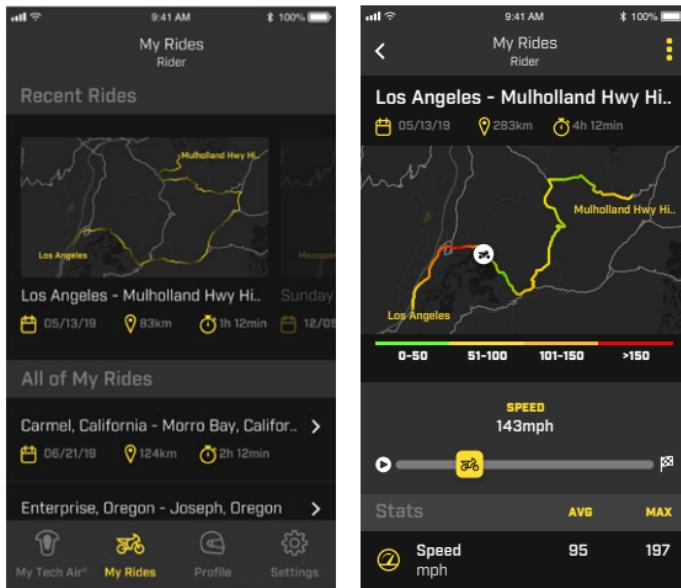

Figuur 19
Tijdens het rijden is de modus "SYSTEEM AAN" actief en heeft de gebruiker om veiligheidsredenen geen toegang tot de meeste functies van de App. Als het systeem moet worden uitgeschakeld door de gebruiker, zoals tijdens een zware off-road rijsessie, kan het systeem worden uitgeschakeld met behulp van het schuifpictogram op de App (zoals getoond in Figuur 19). Om het systeem weer in te schakelen, opent en sluit u de activeringsrits (1).
In het geval van implementatie toont de App de relevante status met de tekst "SYSTEM DEPLOYED" zoals weergegeven in Figuur 19.